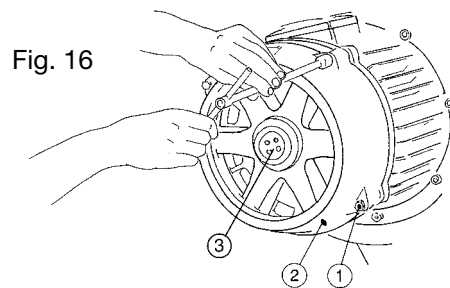
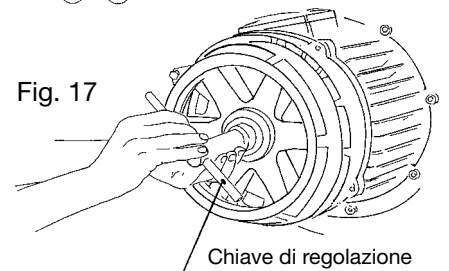
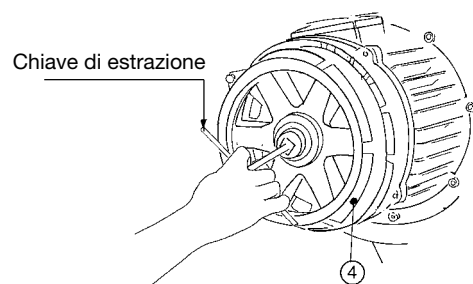

Fig. 16
Fig. 17
Fig. 18
**Smontaggio e montaggio:** verificare che non ci sia un carico applicato, svitare le viti pos. 1 (Fig. 16), togliere la campana freno pos. 2 (Fig. 16) e togliere la ghiera di regolazione pos. 3 (Fig. 16) freno con l'apposita chiave (Fig. 17). Con l'ausilio di un estrattore togliere la ventola freno pos. 4 (Fig. 18). Montare la nuova ventola spingendola in avanti con l'ausilio di mazzuola di piombo, rimontare la campana freno pos. 2 (Fig. 16) e le viti pos. 1 (Fig. 16), quindi procedere alla regolazione come indicato nel capitolo "regolazione ventola freno" a pag. 65.